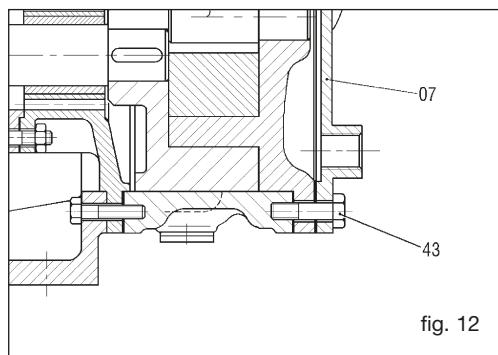

fig. 12
- Si la pompe est équipée d'une chambre de réchauffement sur le couvercle (07) celle-ci se séparera du couvercle en enlevant les boulons (43) (fig. 12). Veiller à ne pas abîmer le joint et le remplacer si nécessaire.